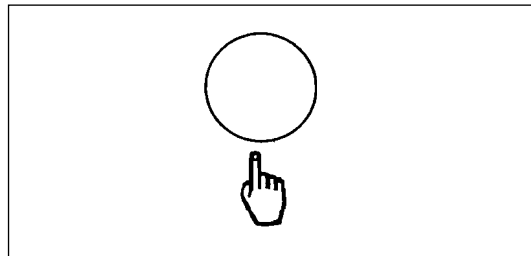

Figura 17
1. Oprima el botón verde de pulsación única (figura 17) y manténgalo así hasta que escuche un *tono doble* de la máquina. **NOTA:** Esta operación demora aproximadamente 15 segundos.